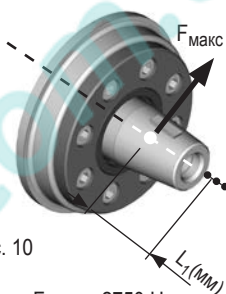

Рис. 10
- Возникшая в результате натяжения ремня сила в точке приложения (см. рис. 10) не должна превышать $F_{\text{макс}} = 2750 \text{ Н}$.
- Если точка приложения силы смещается вперед (см. рис. 10, маленькие точки), сила $F_{\text{макс}}$ уменьшается по следующей формуле: